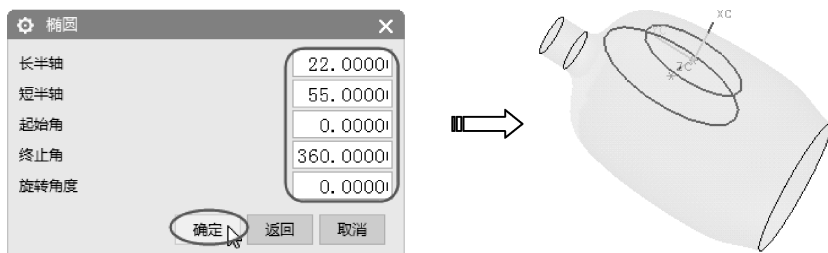

图 5-66 创建出第 2 个椭圆
- 随后弹出【椭圆】对话框。在对话框中输入第 2 个椭圆的参数值：【长半轴】值为 22，【短半轴】值为 55。完成后单击【确定】按钮，在图形区中创建出椭圆，如图 5-66 所示。